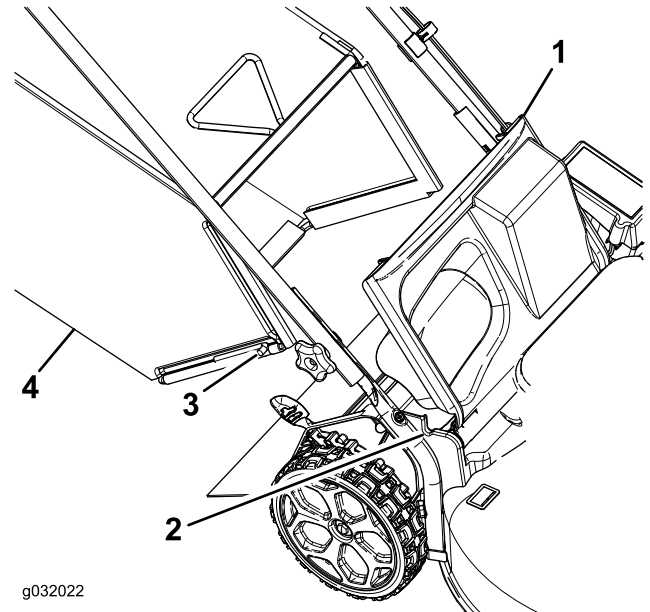

Figura 20
1. Levante el deflector trasero (Figura 20).
2. Introduzca los extremos de la varilla del recogedor en las muescas de los soportes del manillar (Figura 20).